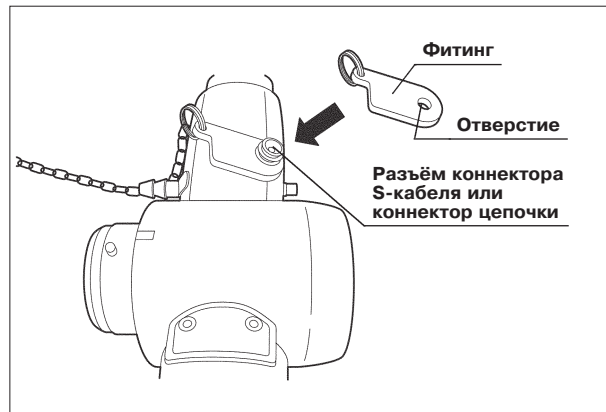

Рис. 2.3
5. Поместите отверстие фитинга поверх разъёма коннектора S-кабеля на эндоскопе или коннектору цепочки на GIF-N180 (см. рис. 2.3).